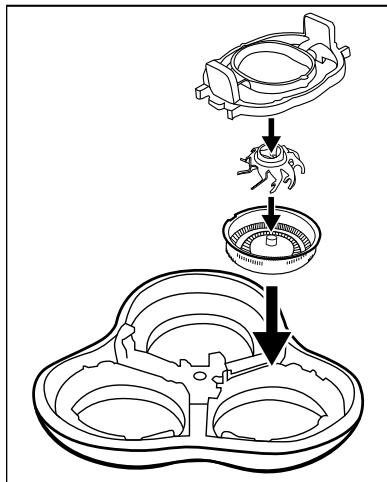

Fig. 4
- 4) Vuelva a montar la unidad de cuchillas ②. Para ello, utilice la siguiente ilustración como guía (consulte la fig. 4).